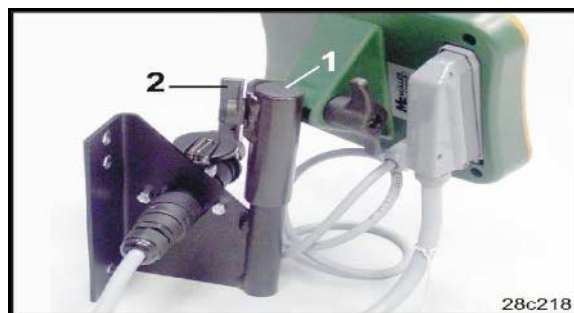

Рис. 68
1. Вставьте сопряженную деталь (Рис. 68/1) в консоль и зажмите барашковым винтом (Рис. 68/2).